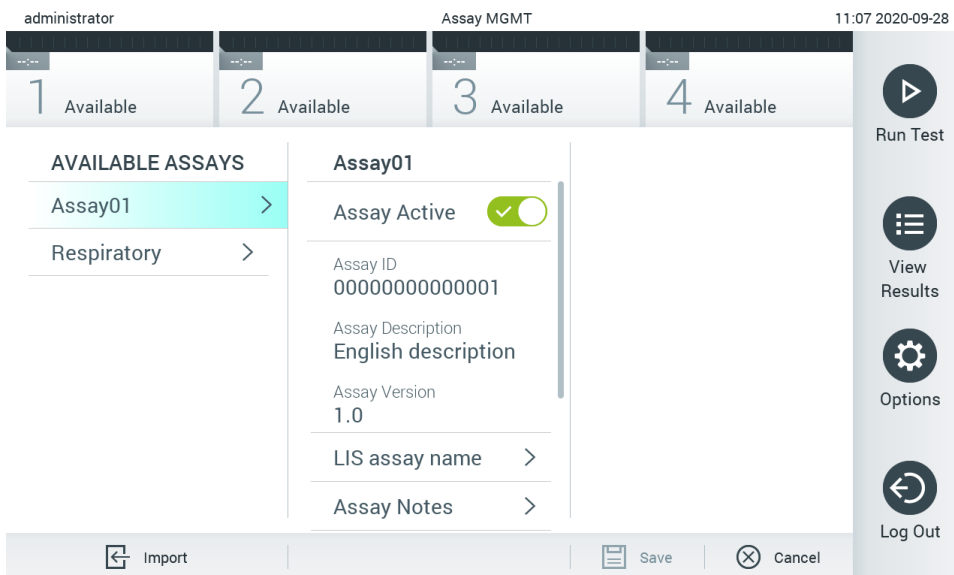

図 68.アッセイをアクティブ化。
7. Assay Active（アッセイアクティブ）を選択するとこのアッセイがアクティブになります（図 68）。